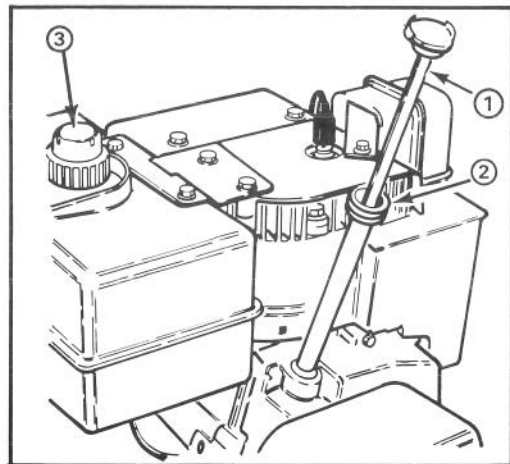

Figure 8
### REMPLEISSAGE D'HUILE DANS LE CARTER (fig. 8)
1. Nettoyez autour du bouchon du réservoir d'essence (fig. 8). Retirez ce bouchon et remplissez le réservoir d'essence sans plomb en laissant un espace de 13 mm. Remplacez le bouchon du réservoir.